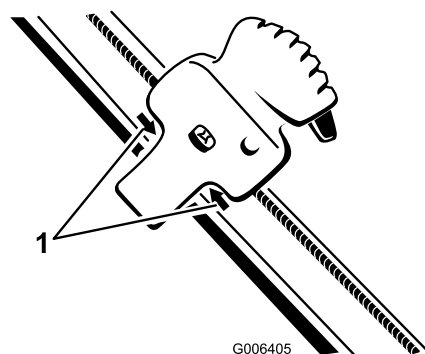

Figure 42
- Placez la commande Quick Shoot entre les deux flèches situées sur le côté droit de la partie supérieure du guidon (Figure 42).